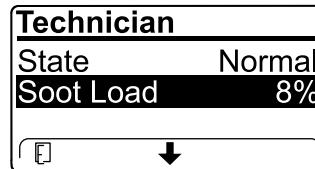

Bild 57
- Zeigen Sie die Rußlast an, die als Prozentsatz des Rußes im Dieselpartikelfilter (Bild 57) gemessen wird, siehe Tabelle für die Rußlast.